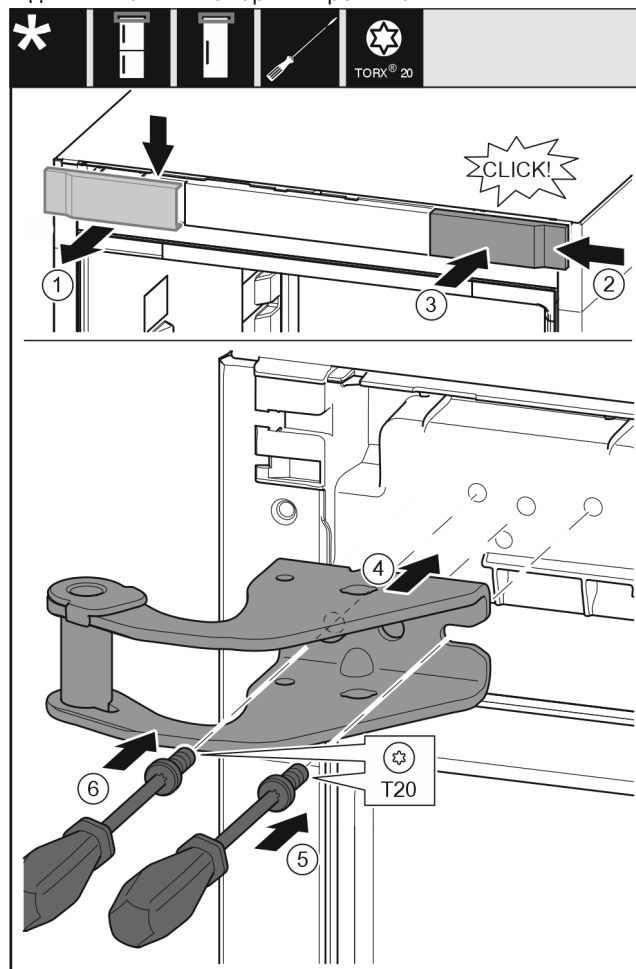

Fig. 8
- ▶ Зніміть кришку вгору вперед. Fig. 8 (1)
- ▶ Почепіть кришку, що повернута на 180°, з іншого боку праворуч. Fig. 8 (2)
- ▶ Зафіксуйте кришку. Fig. 8 (3)
- ▶ Встановіть верхній опорний кронштейн. Fig. 8 (4)
- ▶ Встановіть та закрутіть гвинт за допомогою викрутки T20. Fig. 8 (5)
- ▶ Встановіть та закрутіть гвинт за допомогою викрутки T20. Fig. 8 (6)